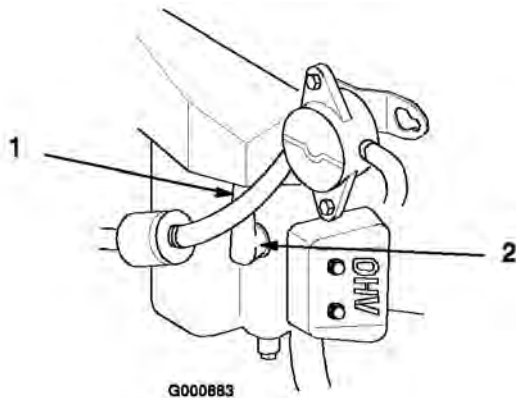

Figure 31
3. Débranchez les bougies (Figure 31). Nettoyez la surface autour des bougies pour éviter que des impuretés n'endommagent le moteur en tombant à l'intérieur.
3. Connectez les bougies (Figure 31).